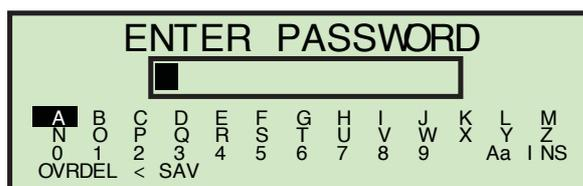

ABBILDUNG 13: Bildschirm Passwort eingeben
- 4 Verwenden Sie die Pfeiltasten, um einen Bediener zu markieren, und drücken Sie die **Eingabe**-Taste zur Auswahl des Bediener. Falls für den ausgewählten Bediener ein Passwort erforderlich ist, wird im Anschluss der Bildschirm **ENTER PASSWORD (PASSWORT EINGEBEN)** angezeigt (siehe Abbildung 13). Falls kein Passwort erforderlich ist, fahren Sie bitte bei Schritt 6 fort.